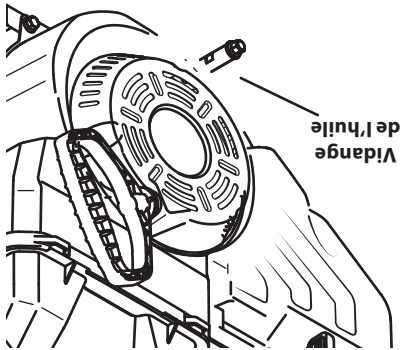

Figure 6-2
- Retirez le bouchon de vidange de l'huile. Voir la Fig. 6-2.
- 3. Localisez le bouchon de vidange de l'huile s'il y en a un (voir la notice d'utilisation de l'équipement pour des instructions supplémentaires). Voir la Figure 6-2.